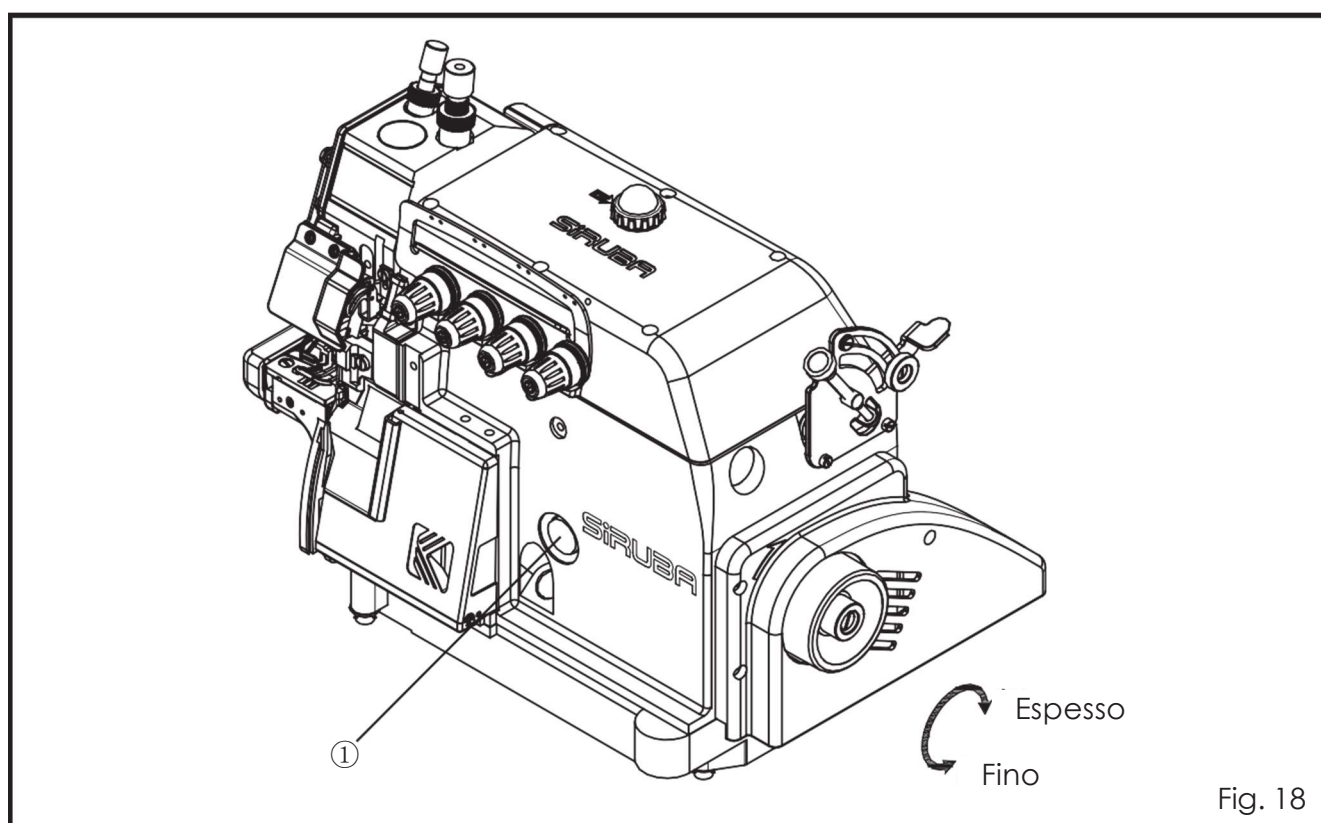

Fig. 18
O comprimento do ponto é ajustado de acordo para o tecido, a taxa diferencial ou outros fatores. Mantenha pressionado o botão ① e gire a polia até o botão estiver travado. Então, solte o botão depois de alcançar o comprimento do ponto desejado. (Tabela2)(Fig.18)